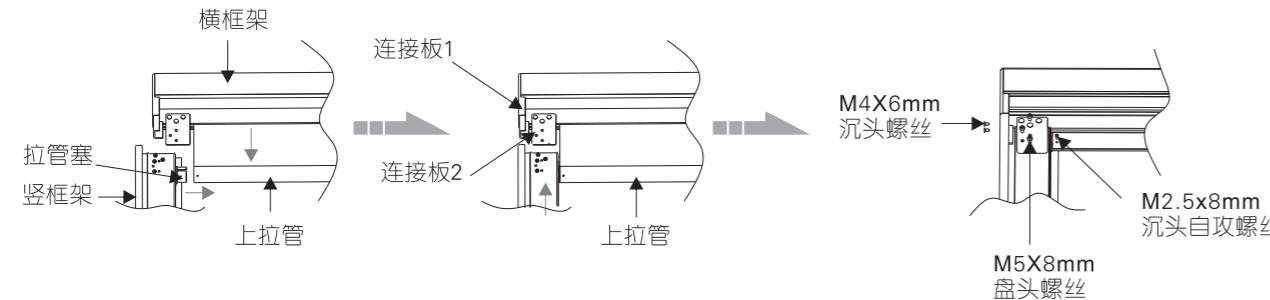

图 2
2. 将上拉管拉出适量距离，以便将拉管塞装入拉管中，接着让横框架的连接板1与连接板2插入竖框架中（注意左右两边应同时操作），分别装入并拧紧相对应的螺钉；如图2